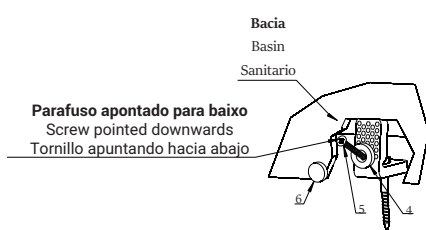

Fig. 7
Com a bacia na posição, fixe-a com a bucha plástica e parafuso de fixação lateral (Ítem 04 e 05), e colocar os acabamentos (Ítem 06) Conforme Fig. 7.
Obs.: Para melhor fixação da bacia no piso, rosquear o parafuso (item 05) apontando para baixo. Conforme Fig. 7. Remova o excesso de silicone no contorno da bacia.
With the basin in its position, fit it with the plastic bushing and lateral fitting screw (Items 04 and 05), and place the finishing (Item 06). According to Fig. 7.
Obs.: For better fitting of the basin to the floor, tighten the screw (item 05) facing downwards. According to Fig. 7.
Con el sanitario en la posición, fijelo con el buje plástico y el tornillo de fijación lateral (Ítems 04 y 05), y colocar los acabamientos (Ítem 06) De acuerdo a la Fig. 7.
Obs.: Para mejor fijación del sanitario en el piso, enroscar el tornillo (item 05) apuntando hacia abajo. De acuerdo a la Fig. 7.